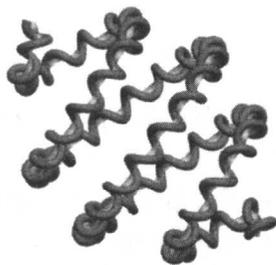

图 1-34
⑤ 单击草绘命令工具栏中的 按钮，完成特征截面的绘制。单击模型对话框中的【确定】按钮，完成扫描特征的建立。完成后的模型如图 1-34 所示。